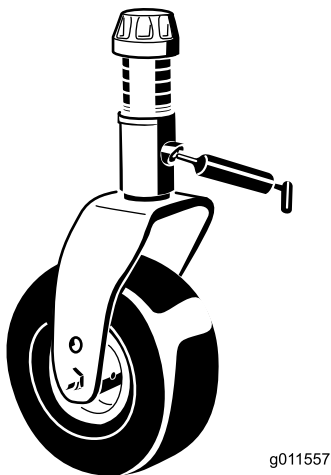

Figura 20
- Boccole (4) dell'asse della forcella delle ruote orientabili (Figura 20).